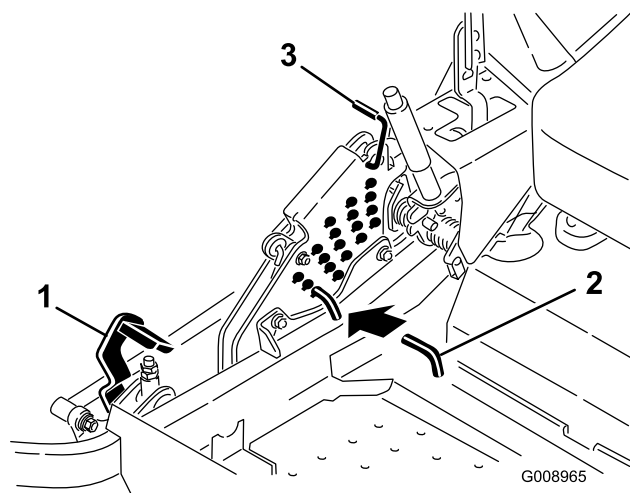

Figure 90
5. Enfoncez la pédale de levage du tablier de coupe au maximum pour verrouiller le tablier à la position transport de 14 cm (5,5 po) (Figure 90).